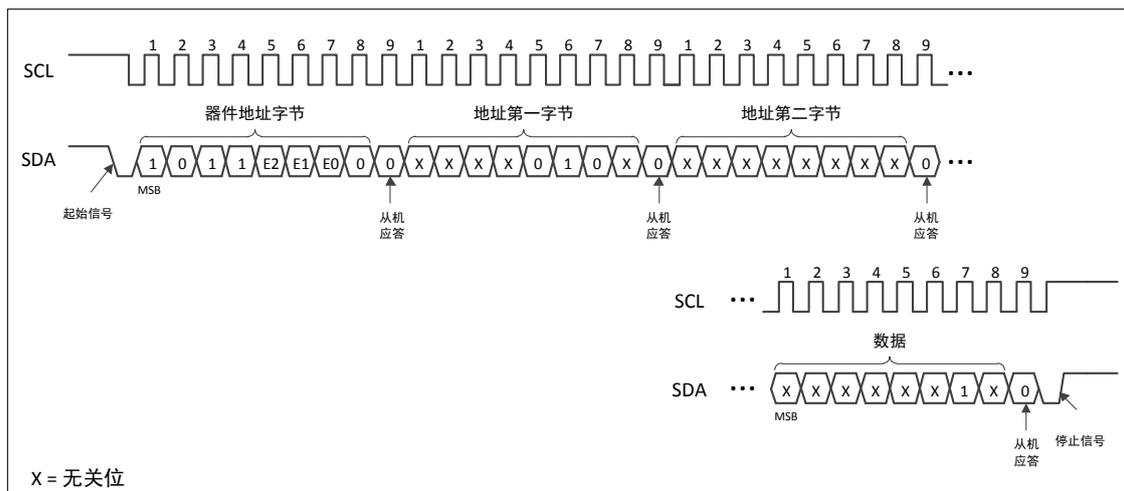

图 5-8 锁定标识页
- 数据字节必须等于二进制值 xxxx_xx1x，x 表示“无关位”（见图 5-8）。